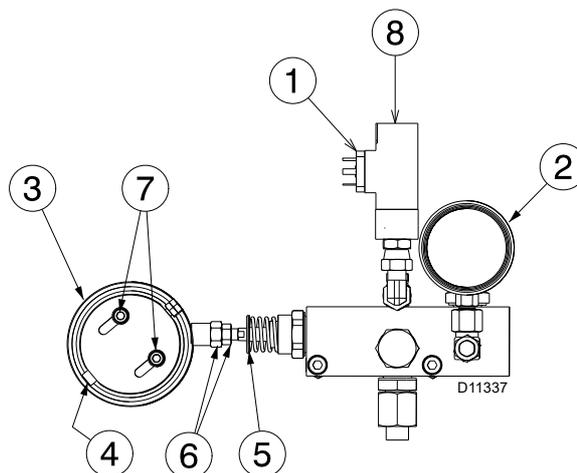

Fig. 38
- D Leva aceite:** modificar la excentricidad mediante el tornillo 7)(Fig. 38) después de aflojar los tornillos 6). Enroscando el tornillo 7) la excentricidad aumenta, de modo que aumenta la diferencia entre presión máxima y mínima en retorno de la boquilla.
Leyenda (Fig. 38)
Para hacerlo, se debe variar la longitud del eje 5)(Fig. 38 en la pág. 32) utilizando la tuerca 6).
Se recomienda realizar una regulación suficiente para no crear una llama humeante y llegar lo antes posible a la potencia máxima (carrera máxima del servomotor 130°); regular con el excéntrico tornillo 5)(Fig. 38 en la pág. 32) la presión en el retorno para obtener la potencia deseada y solicitada por la boquilla, luego volver a regular los puntos intermedios.